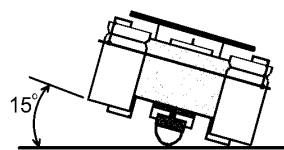

Рис.7
6. Сделайте из ластика "колесо" - полусферу диаметром около 10 мм, сделайте маленькое отверстие в одном ее конце, смажьте клеем и насадите на ось двигателя. "Колесо" должно выступать над плоскостью выводов конденсаторов на 5–7 мм. Это позволит "ВЕАМбот" наклоняться в сторону двух из трех конденсаторов под соответствующим углом (**рис.7**). Потом можно регулировать наклон, чтобы движение было наиболее быстрым.